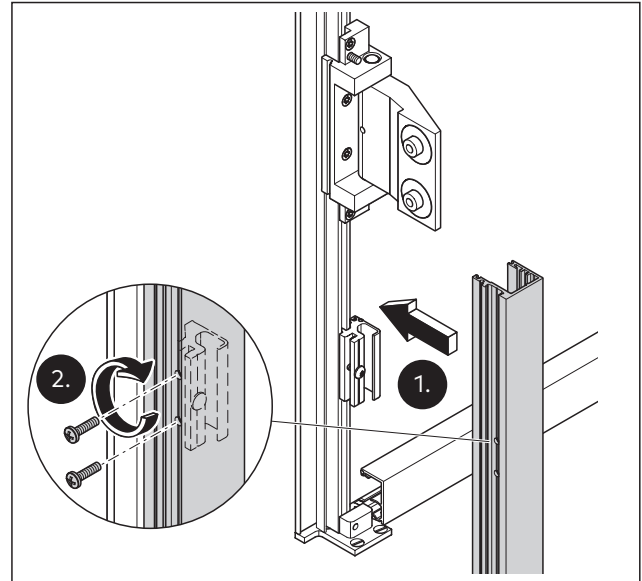

Abb. 47 Das untere Deckprofil auf der Bandseite befestigen.
1. Die senkrechten Deckprofile für die Zarge auf der Bandseite von unten nach oben aufstecken (Abb. 47).